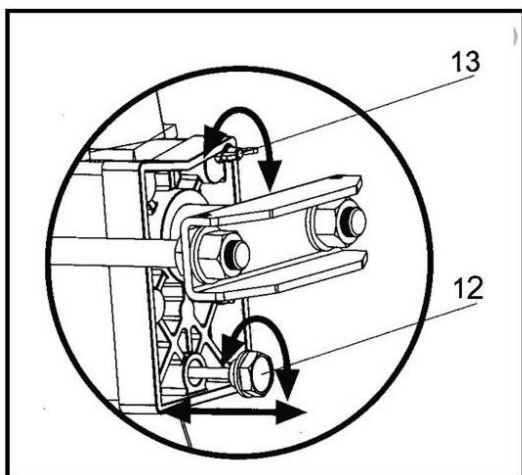

Fig. 4
**Avant d'utiliser la fendeuse de bûches, la vis de purge (13) (Fig. 4) doit être desserrée de quelques tours jusqu'à ce que de l'air entre et sorte du réservoir d'huile.**